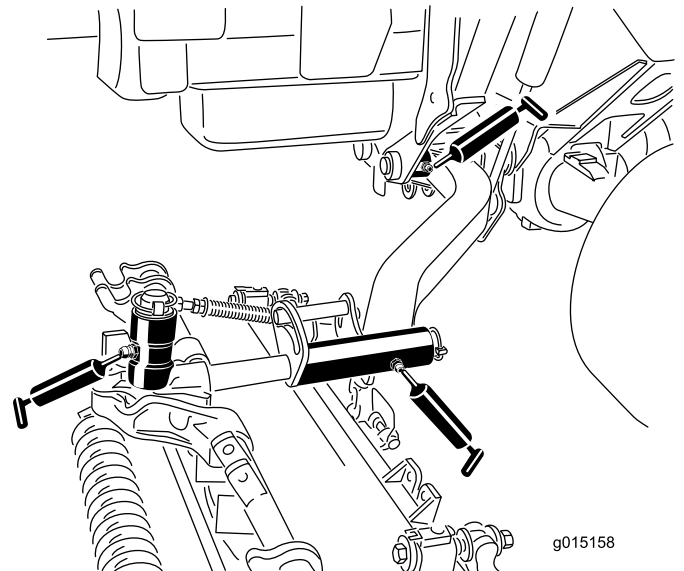

Figure 47
- Bagues de pivot de bras de levage (1 par unité de coupe) (Figure 47)
- Bâti porteur d'unité de coupe (2 par unité de coupe) (Figure 47)
- Pivot de bras de relevage de plateau de coupe (1 par plateau) (Figure 47)